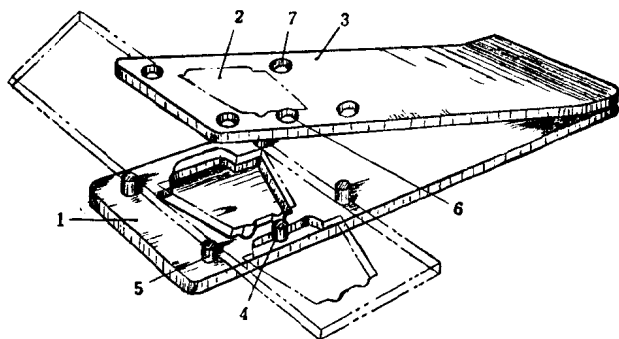

图 3 薄板落料模
(1) 单件落料模 如图 3 所示为单件落料模的简单结构图。它是由凹模 1、凸模 2 和凸模固定板 3 所组成。凸模 2 是铆紧或用点焊焊牢在凸模固定板上；在凹模上有压合的挡料销 4 和导正销 5；凹模 1 和凸模固定板 3 的另一端是铆紧或用点焊焊牢在一起的。在凸模固定板上跟挡料销 4 和导正销 5 相对应的部位，都钻有孔 6 和 7，这样在冲压时，就不妨碍凸模冲入凹模。有的冲模不在凹模上装设挡料销和导正销，而只在凸模固定板上开孔。工作时就从这些孔中观看条料的定位情况。